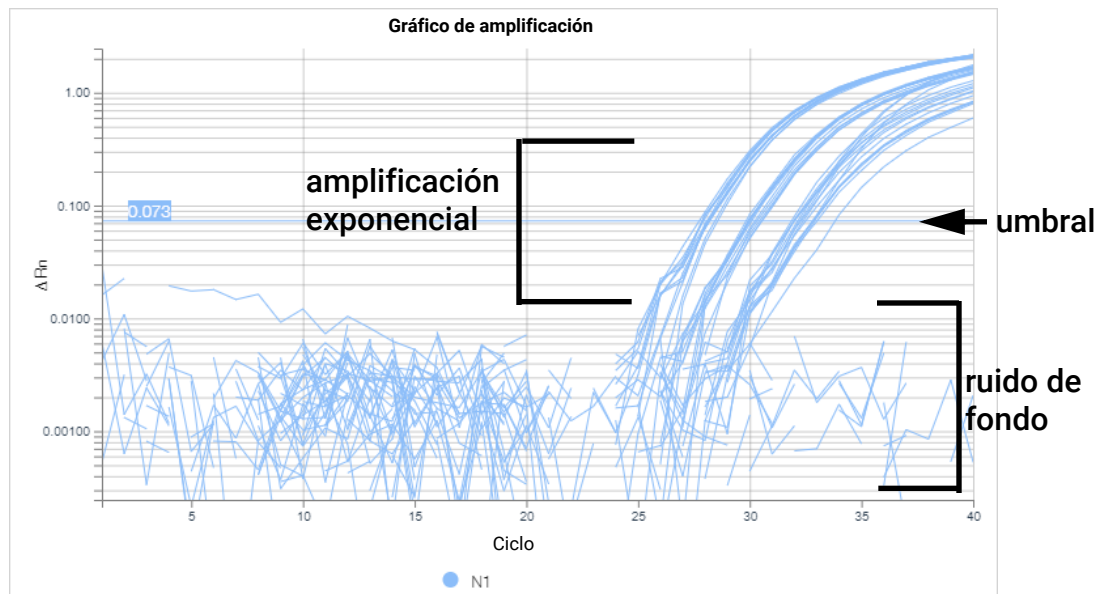

Figura 30 Gráficos de amplificación de Design & Analysis para la diana N1
- c Determine si el umbral es lo suficientemente alto como para estar por encima del ruido de fondo y lo suficientemente bajo como para incluir gráficos en la fase de amplificación exponencial (consulte **Figura 30**). A partir de esta determinación, proceda como se indica en **Tabla 14**.